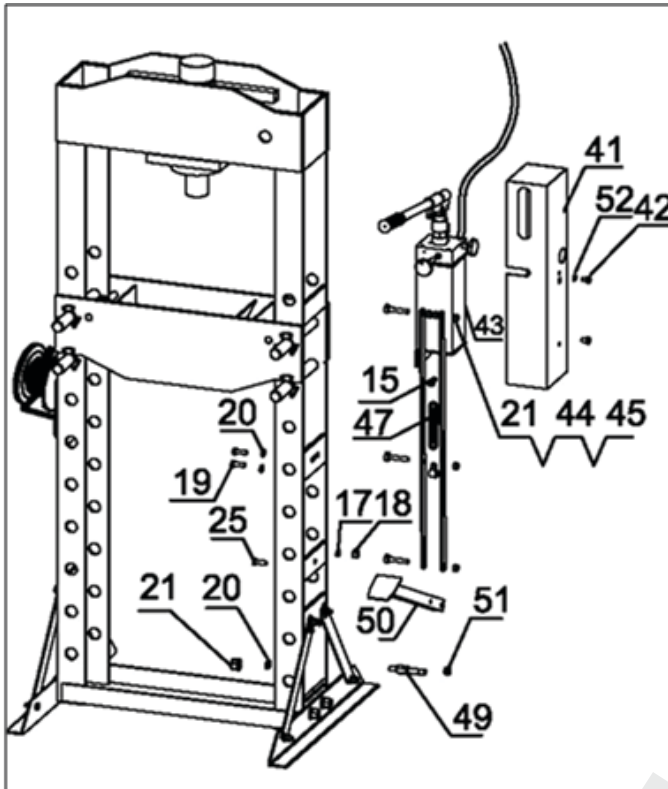

Рис. 4
5. Прикрепите насос (43) к раме с помощью болтов (19), (25), шайб (20) (17) и гаек (18). Присоедините пружину (47) педального блока с помощью болта (15). Присоедините педаль, используя соединительный болт (49), гайку (21), шайбу (20) и гайку (51). Прикрепите педальный блок к рукоятке с помощью болта (21), гайки (44) и гайки (45). Присоедините крышку насоса (41) к насосу с помощью болтов (42) и шайб (53). См. Рис. 4.